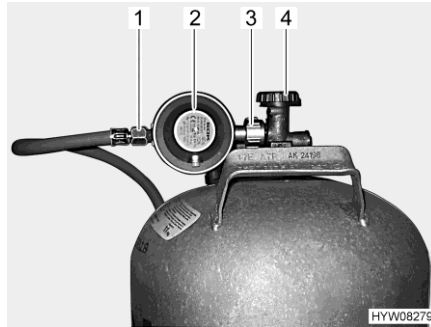

Bild 27 Anschluss Gasflasche
- Haupt-Absperrventil (Bild 27,4) an der Gasflasche schließen. Pfeilrichtung beachten.
- Gasdruckregler (Bild 27,2) festhalten und Rändelmutter (Bild 27,3) öffnen (in der Regel Linksgewinde).
- Gasdruckregler mit Gasschlauch (Bild 27,1) von der Gasflasche abnehmen.
- Gasdruckregler (Bild 27,2) mit Gasschlauch (Bild 27,1) an die Gasflasche ansetzen und Rändelmutter (Bild 27,3) zudrehen (in der Regel Linksgewinde). **Nicht** zu fest anziehen.